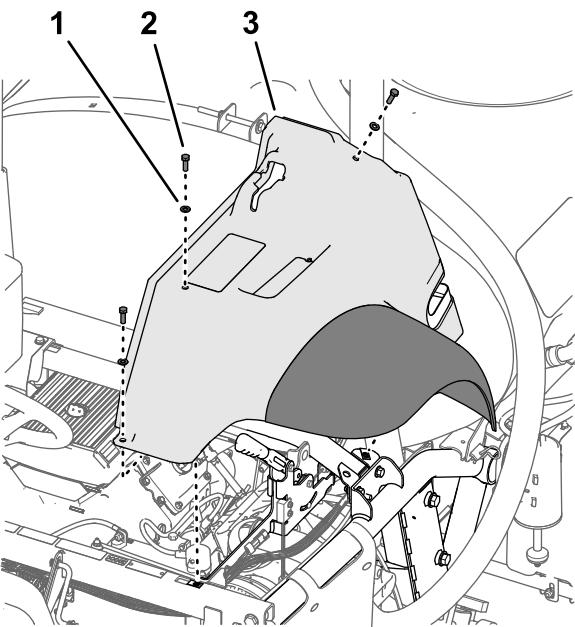

Figure 219
3. Alignez les trous de l'aile et les trous du cadre de la machine, comme montré à la Figure 219.
| 4. Fixez légèrement l'aile sur le cadre (Figure 219) à l'aide des 3 boulons (5/16" x 1") et des |                      |